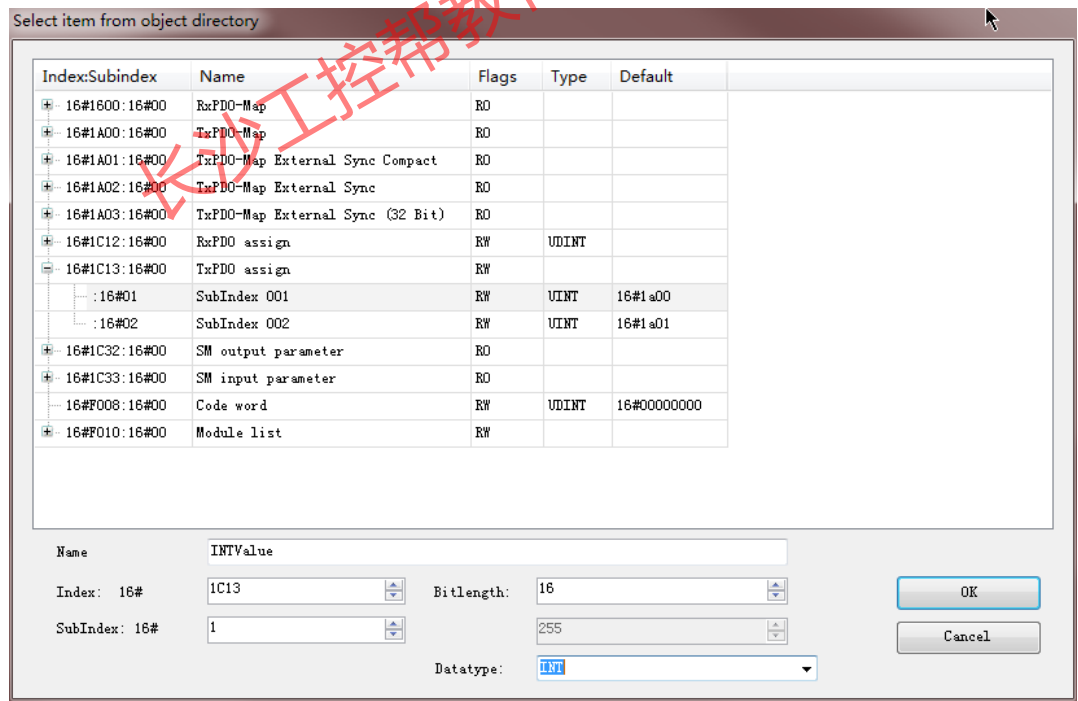

图 3.36 插入 PDO 映射
- PDO Content 中插入 16#1C12 RxPDO，在窗口下部的 Name 和 DataType 选择图 3.36 中的内容